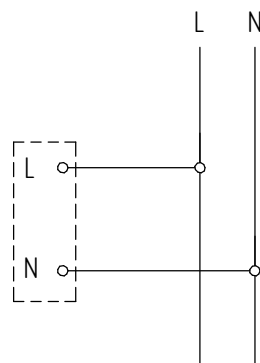

Рисунок 10 - Схема подключения светильника к сети
5.4.2 Присоедините сетевые провода согласно схеме (см. рис. 10, 11).
5.5.5 Присоедините сетевые провода согласно схеме (см. рис. 10, 11).
5.6.6 Присоедините сетевые провода согласно схеме (см. рис. 10, 11).
5.7.5 Присоедините сетевые провода согласно схеме (см. рис. 10, 11).